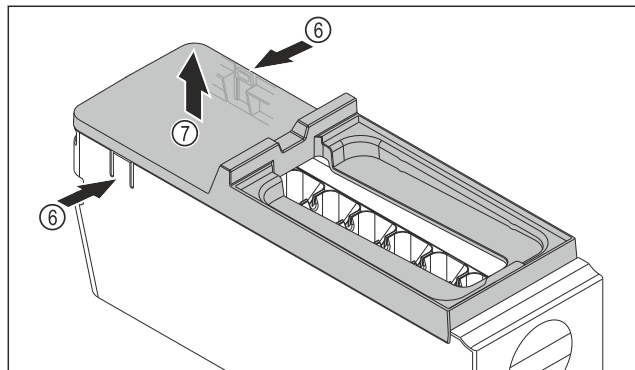

Fig. 118
- ▶ EasyTwist-Ice-rungon kannen poistaminen: Paina kielekkeitä Fig. 118 (6) EasyTwist-Ice-rungon molemmilla puolilla.
- ▶ Ota kansi Fig. 118 (7) toisella kädellä ylöspäin pois.